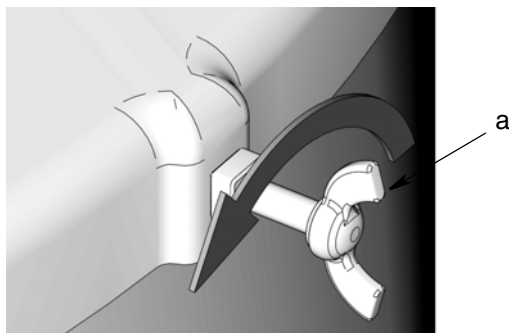

FIG. 5
- Enlever le couvercle du fût en desserrant les vis à oreilles (a) (FIG. 5).